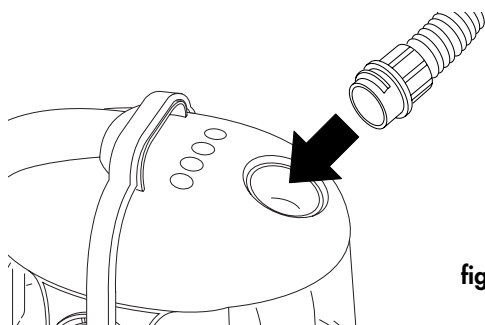

fig. 5
- Aplique la manguera G al aparato, introduzca la extremidad con la unión de bayoneta en la boca de aspiración E y de vueltas en el sentido de las agujas del reloj (fig. 5). Para quitarla es suficiente darle vueltas en el sentido contrario de las agujas del reloj.